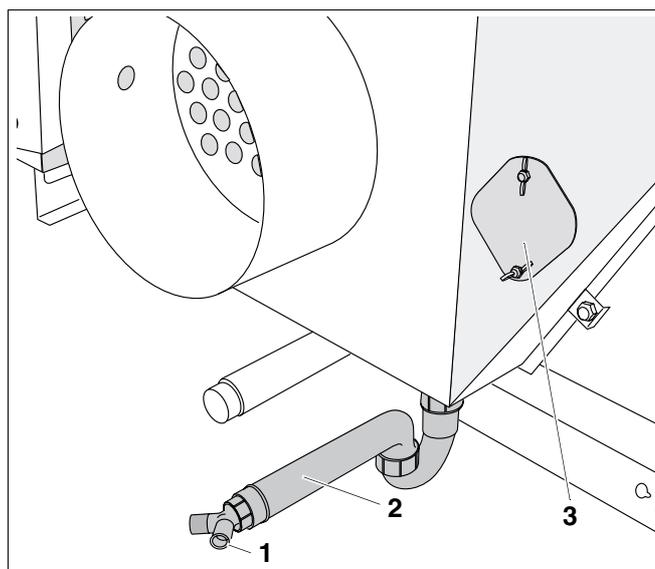

Fig. 27 Scarico condensa
- Collegare il tubo flessibile di scarico all'elemento di raccordo (fig. 27, **pos. 1**) dello scarico della condensa (sifone) (fig. 27, **pos. 2**), utilizzando una fascetta. In caso di utilizzo di un tubo HT Ø 40 segare l'elemento a T del sifone.
AVVERTENZA! Prima della messa in esercizio della caldaia o del dispositivo di neutralizzazione versare ca. 10 litri d'acqua nell'apertura d'ispezione del collettore fumi (fig. 27, **pos. 4**) al fine di riempire il serbatoio del dispositivo di neutralizzazione ed evitare la fuoriuscita dei fumi dal sifone della caldaia.
Non intasare lo scarico della condensa AKO durante la pulizia, vedi fig. 27, **pos. 2** a pagina 22.
- Verificare ed eventualmente pulire il collettore fumi e lo scarico della condensa attraverso l'apertura per la pulizia (fig. 27, **pos. 3** a pagina 22).